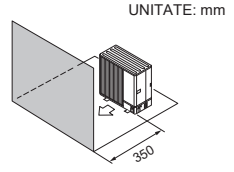

Fig. 2-9
- (4) Obstrucții sau suprafață închisă numai în față (Fig. 2-9)